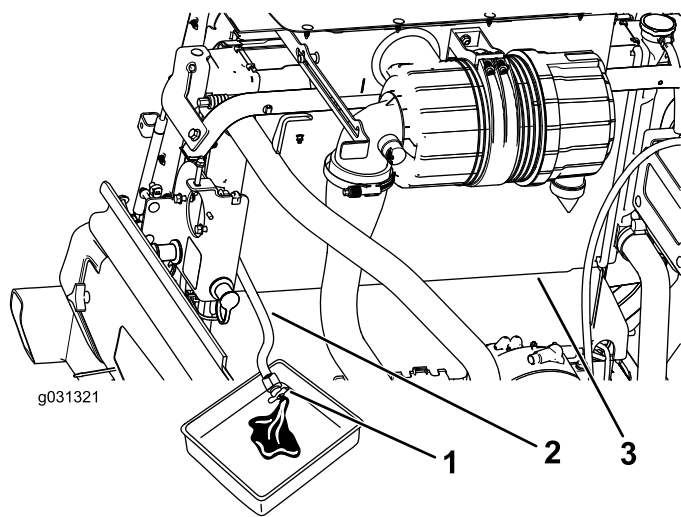

図 111
3. ラジエーターからのドレンホースを容器の内部に入れ、ホースについているドレンバルブを開いて、冷却液を容器に回収する 図 111。
- 4. ドレンホースのバルブを閉じる 図 111。